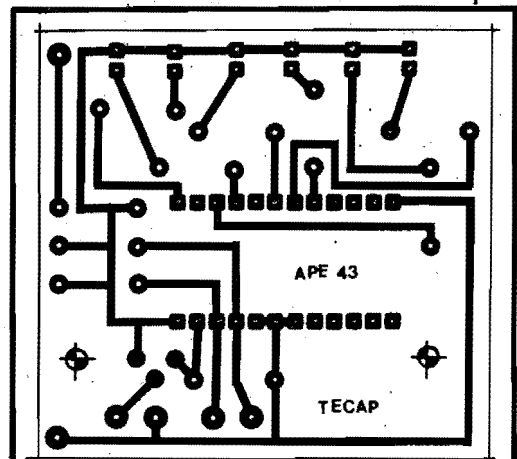

Fig.2
- FIG. 2 - LAY OUT DO CIRCUITO IMPRESSO ESPECÍFICO - Com aquele "baita Integrado", não tem jeito: a montagem tem que ser implementada sobre um Circuito Impresso de lay out específico (não dá, na prática, para levar a montagem sobre uma mera "ponte" de terminais, e também fica meio difícil - mesmo sobre placa padronizada...). Mas não tem "galho": o lay out é simples, conforme o Leitor vê da fig. 2 (que está em tamanho natural, escala 1:1). Basta efetuar a traçagem com tinta ácido-resistente, ou com os práticos e apropriados decalques (que dão um acabamento profissional ao Impresso...), em seguida fazer a corrosão na solução de perclorato de ferro, seguida da inevitável limpeza e furação... Uma boa "conferida" ao final, é sempre aconselhável, já que pequenas falhas ou "curtos", detetados antes de se iniciar as soldagens, são de fácil correção... Quem preferir "fugir" dessa parte "chata" da montagem, pode recorrer ao prático sistema de KITS, que são ofertados pela Concessionária Exclusiva, EMARK ELETRÔNICA, e vendidos pelo Correio através do Cupom que para tanto o Leitor encontra em outra página da presente Revista... (Os KITS de APE incluem a placa prontíssima, com o chapeado demarcado em silk screen, o que facilita ainda mais a "vida" dos "folgados" e dos principiantes...).